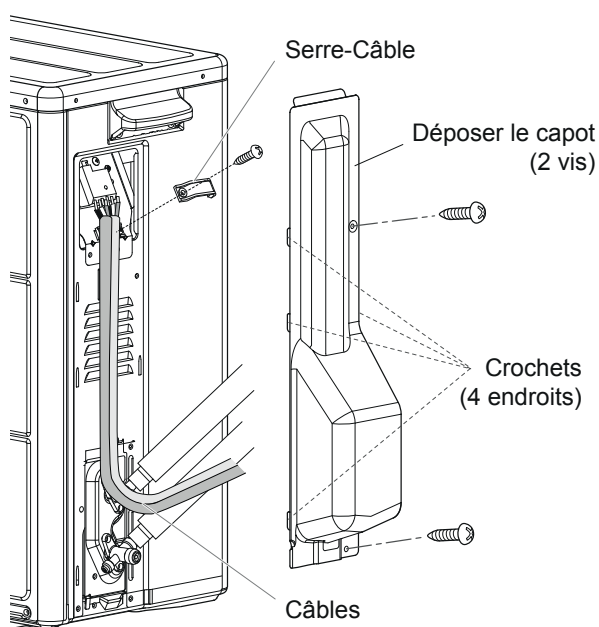

fig. 32 - Accès au bornier de l'unité extérieure
- Effectuer les raccordements suivant (fig. 32).